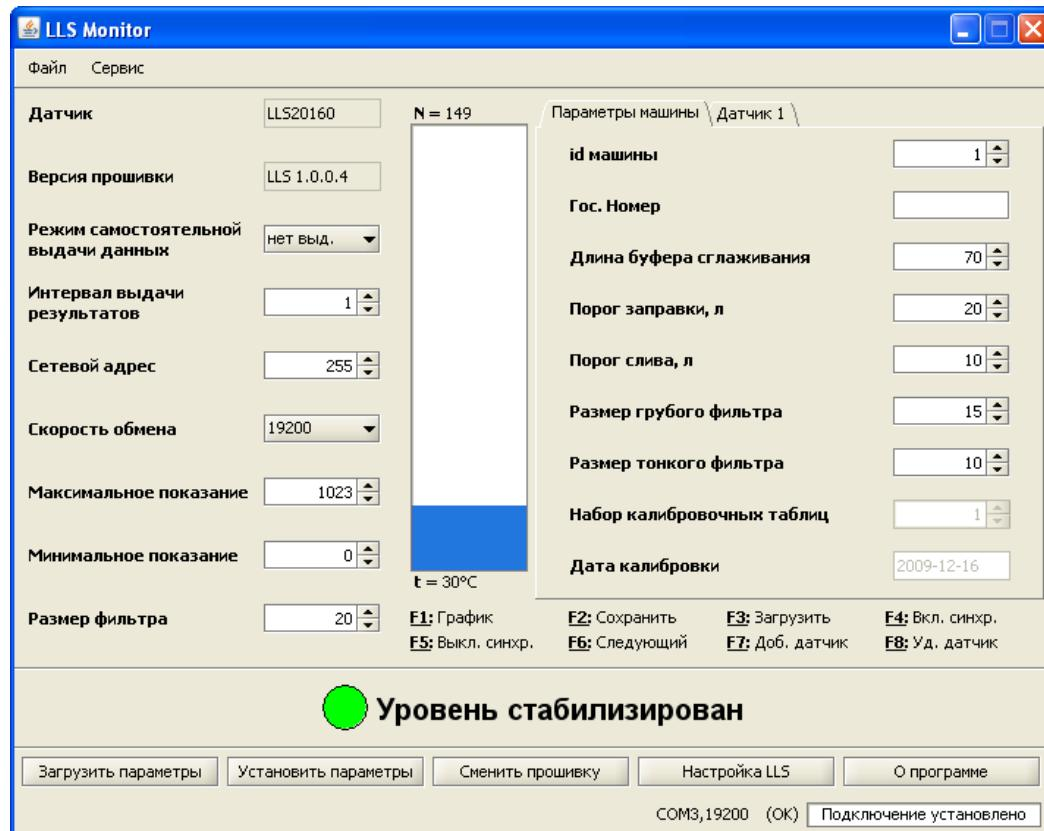
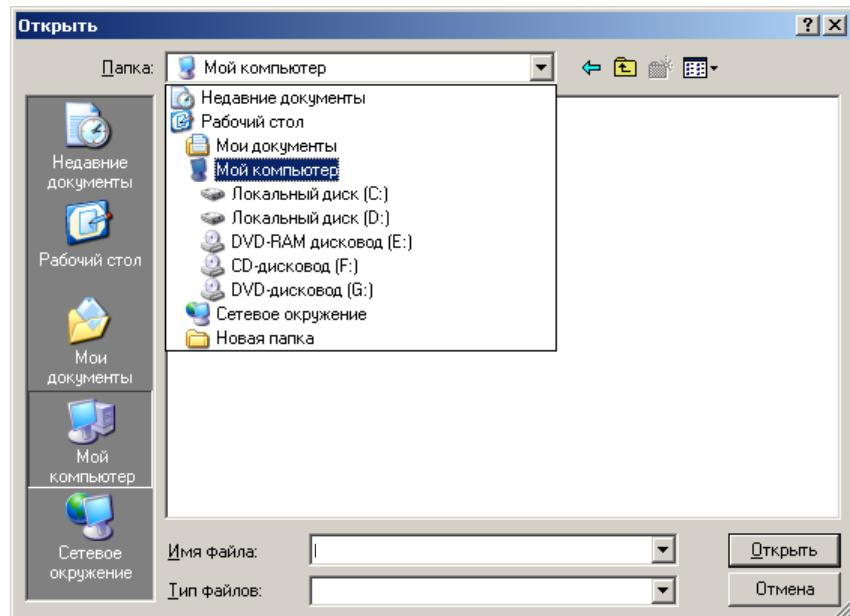

Рисунок 10
Рисунок 20
- 2) Запустить программу LLS Monitor. Откроется главное окно программы (Рисунок 10), в котором отображены текущие настройки подключенного изделия.
- Если все параметры указаны верно, в главном окне программы отобразятся текущие настройки изделия и в нижней части окна появится надпись: «Подключение установлено» (Рисунок 10).
- Нажать кнопку «Настройка LLS» (Рисунок 10). Настройку производить в том топливе, в котором данное изделие будет работать.
- 3) Нажать кнопку «Сменить прошивку» в окне программы LLS Monitor (Рисунок 10). Откроется окно (Рисунок 20), в котором указать путь к файлу новой версии встроенного программного обеспечения, выбрать файл и нажать кнопку «Открыть».
- 1) При необходимости изменить режим выдачи данных на автоматическую выдачу данных по умолчанию (после подачи питания на изделие) в символьном или бинарном виде (Рисунок 10).
- 2) Установить значение интервала выдачи данных (от 1 до 255 сек.) для периодической и автоматической выдачи данных (Рисунок 10). Значение по умолчанию – 1 сек.
- 4) Установить значение диапазона измерения (от 1 до 4095). (Рисунок 10). Значение по умолчанию – 4095. Значение для работы с Регистратором уровня топлива FMS – 1023.
- 5) Установить значение смещения диапазона измерений (от 0 до 1023) (Рисунок 10). Значение по умолчанию – 0. Значение для работы с Регистратором уровня топлива FMS – 0. (Пример использования смещения и диапазона измерения приведен в Приложении И).
- 6) В случае необходимости изменить значение скорости обмена данными (Рисунок 10). Значение по умолчанию – 19200 бит./сек.
- 2) Включить сетевой режим работы изделия в главном окне программы (Рисунок 10)
- 3) Установить сетевой адрес изделия в главном окне программы (Рисунок 10). Сетевой адрес должен быть индивидуален для каждого изделия. Интервал значений сетевых адресов от 1 до 254.
- 4) Установить значение интервала выдачи данных (от 1 до 255 сек.) для периодической и автоматической выдачи данных (Рисунок 10). Значение по умолчанию – 1 сек.
- 5) Установить значение диапазона измерения (1 до 4095). (Рисунок 10). Значение по умолчанию – 4095. Значение для работы с Регистратором уровня топлива FMS – 1023.
- 6) Установить значение смещения диапазона измерений (от 0 до 1023) (Рисунок 10). Значение по умолчанию – 0. Значение для работы с Регистратором уровня топлива FMS – 0. (Пример использования смещения и диапазона измерения приведен в Приложении И).